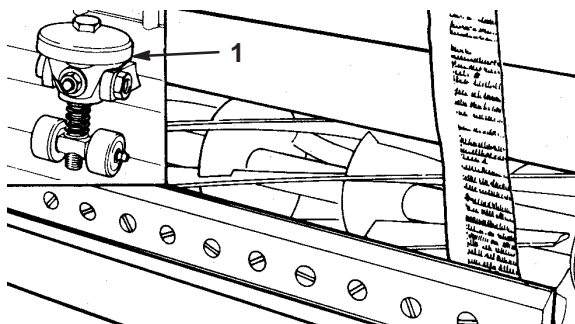

Bild 2
4. Prüfen Sie, dass das Untermesser und die Spindel parallel sind. Führen Sie an beiden Seiten vorne am Mähwerk einen langen Zeitungspapierstreifen zwischen der Spindel und dem Untermesser ein. Drehen Sie die Spindel langsam und drehen Sie das Einstellrad des Untermessers (mit einem Schlüssel) (Bild 2) jeweils um einen Klick im Uhrzeigersinn, bis das Papier leicht festgehalten wird. Dies führt zu einem leichten Widerstand, wenn Sie am Papier ziehen.